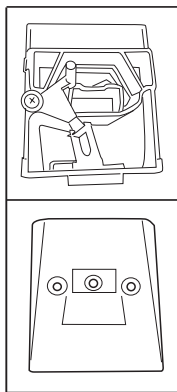

Fig. 18
- Procéder au nettoyage de la trémie, à l'intérieur et à l'extérieur, pour éliminer les éventuelles obstructions présentes à hauteur des trois trous (**Fig. 18**).